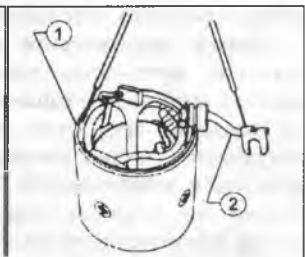
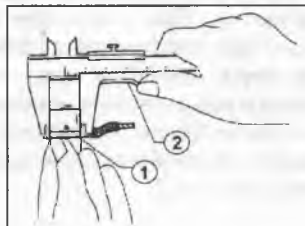

Рис. 310
Рис. 311
(2) (Рис.310), при нарушении изоляции замените обмотку. Измерьте штангенциркулем длину щеток (Рис.311). Минимальная длина щеток с учетом износа д.б. не менее 11 мм (для стартеров указанных